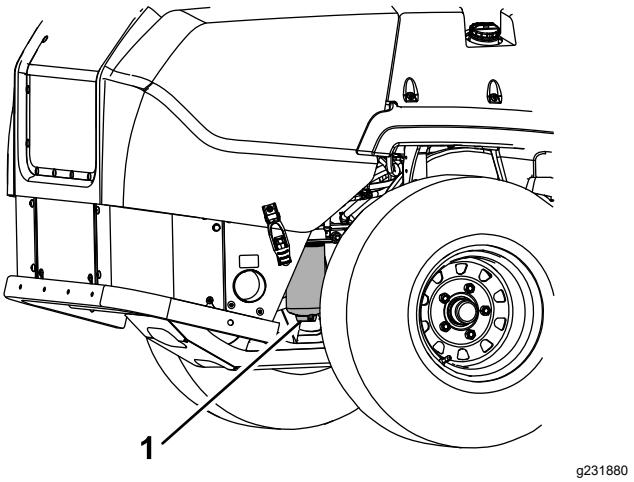

Bild 40
4. Öffnen Sie die Ablassschraube am Wasserabscheider um ca. eine Umdrehung, damit das Wasser und andere Verunreinigungen ablaufen können (Bild 40).